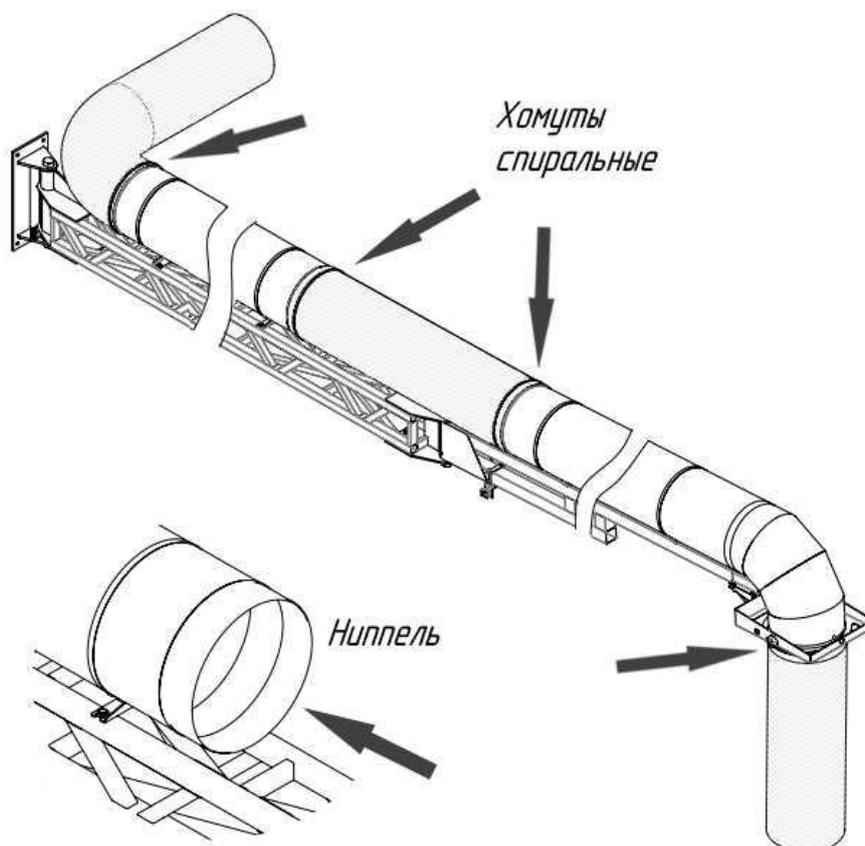

Рисунок 12 – Монтаж гибких шлангов
4.8.1 Установить в свободные торцы воздуховодов ниппели $\varnothing 315$ мм (рисунок 12), закрепить саморезами. Надеть на ниппели отрезки гибких шлангов, длины отрезков должны соответствовать указаниям, приведённым на рисунке 1. Закрепить края гибких шлангов хомутами спиральными.